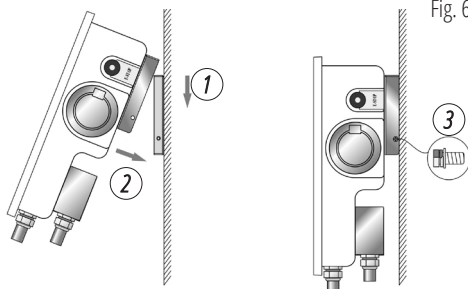

Fig. 6
**PASO 4. MONTAJE DE LA ESTACIÓN DE CARGA EN LA PARED.** Como se muestra en la Fig. 6, fije la estación de carga a la pared y, a continuación, fije las dos partes de la fijación con tornillos a la izquierda y a la derecha para completar el proceso de montaje.